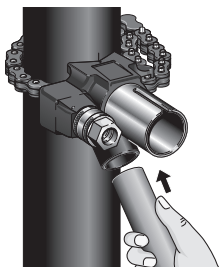

Figura 5 – Conexión de la aspiradora
6. Conecte bien la manguera de la aspiradora a la conexión sobre la guía para la broca y a la aspiradora. Es posible que tenga que usar un adaptador. Vea la Figura 5.